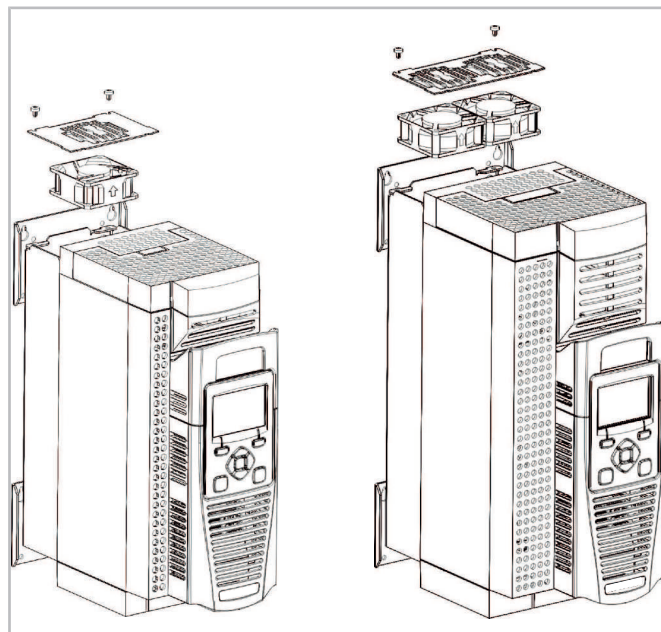

Abb. 30: Austausch der Ventilatoren im Kühlkörper
- Den Ventilator bzw. die Ventilatoren herausnehmen, die Stecker der Verdrahtung abziehen und den neuen Ventilator bzw. die neuen Ventilatoren einsetzen. Darauf achten, dass die richtige Ventilatorseite nach oben zeigt. (siehe Abbildung 30, Seite 83).